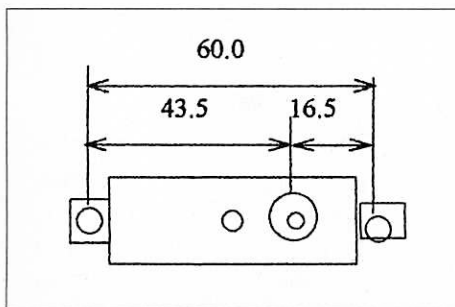

図2 発電機寸法
- ①前回、発電機を取り付け寸法 (図2) を確認
- ②取り付け場所を決定したら、ケースの穴空き位置に印を付ける。